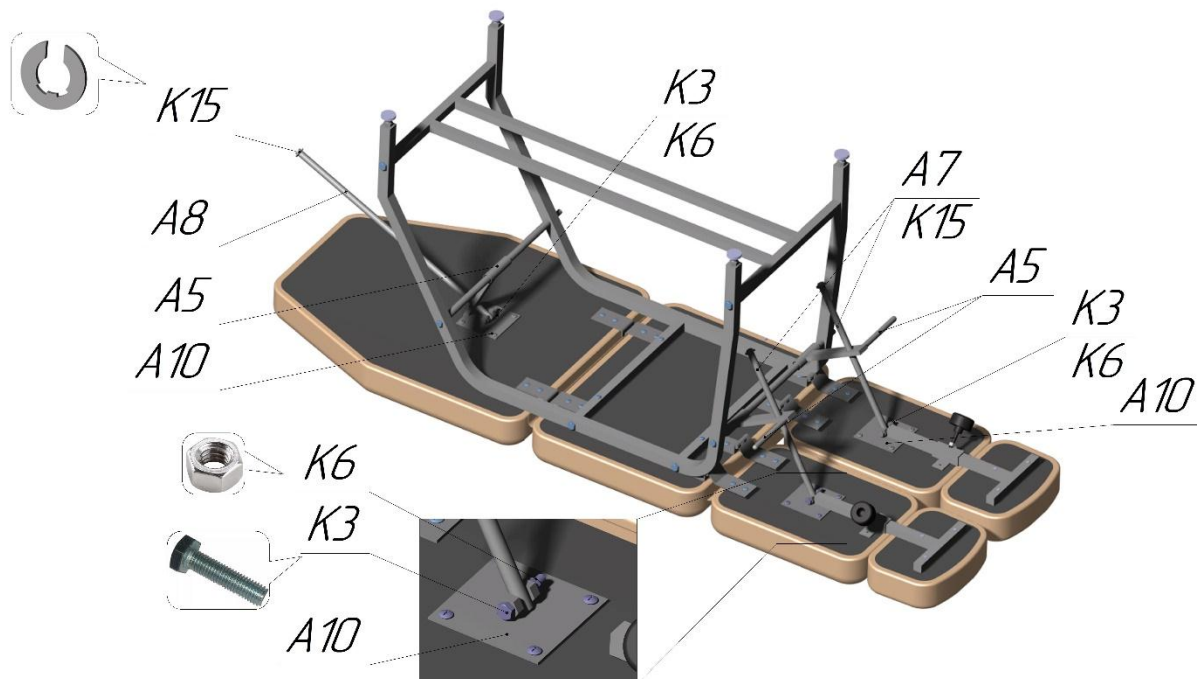

Рисунок 9
25. Вставить шток узла наклона и фиксации спинки А8 в отверстие планки фиксации А5 и соединить с пластиной А10 с помощью болта К3 и гайки К6. См. Рис.9.
26. Вставить штоки узлов наклона и фиксации подножек А7 (2 шт.) в отверстия планок фиксации А6 (2 шт.) и соединить их с пластинами А10 (2 шт.) с помощью болта К3 и гайки К6. См. Рис.9.
27. Если стопорные шайбы К15 изначально не установлены на штоках А7 и А8 (2 шт.), то необходимо их установить. См. Рис.9.